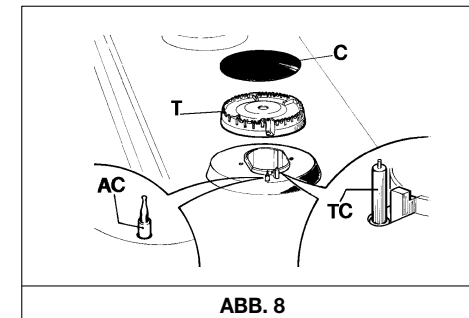

ABB. 8
Will man den Glanz der Oberfläche des Kochfelds erhalten, ist es sehr wichtig, sie nach jedem Gebrauch mit lauwarmen Seifenwasser zu putzen, abzuspülen und zu trocknen. Auf gleiche Art sind die emaillierten Gitterroste, die emaillierten Abdeckungen "C" und die Brennköpfe "T" zu reinigen (siehe Abb. 8).
- Überzeugen Sie sich, dass die Öffnungen der Brennköpfe "T" (Abb. 8) nicht mit Fremdkörpern verstopft sind.
- Überzeugen Sie sich, dass die runde emaillierte Brennkopfabdeckung "C" (Abb. 8) korrekt auf dem Brennkopf aufsitzt. Die Position ist korrekt, wenn die Brennkopfabdeckung fest und stabil auf dem Brennkopf aufsitzt.